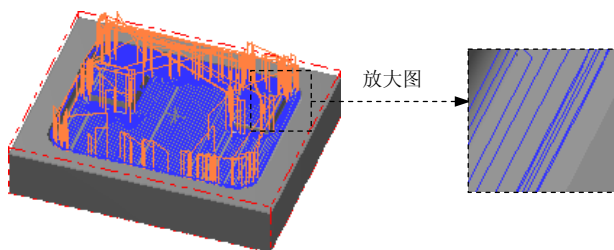

图 10.14 刀具路径
(1) 在“曲面残料粗加工”对话框的 **刀具路径参数** 选项卡的列表框中显示出 Step4 所选择的刀具，双击该刀具，系统弹出“定义刀具-机床群组-1”对话框。
(2) 设置刀具号。在“定义刀具-机床群组-1”对话框中的 **刀具号码** 文本框中，将原有的数值改为 3。
(3) 设置刀具参数。单击“定义刀具-机床群组-1”对话框中的 **参数** 选项卡，在 **进给速率** 文本框中输入值 150.0，在 **下刀速率** 文本框中输入值 100.0，在 **提刀速率** 文本框中输入值 500.0，在 **主轴转速** 文本框中输入值 1500.0。
(4) 设置冷却方式。在 **参数** 选项卡中单击 **Coolant...** 按钮，在系统弹出的“Coolant...”对话框中的 **Flood**（切削液）下拉列表中选择 **On** 选项。单击 **✓** 按钮。关闭“Coolant...”对话框。
(5) 单击“定义刀具-机床群组-1”对话框中的 **✓** 按钮，完成刀具参数的设置。
Step8. 单击“曲面残料粗加工”对话框中的 **✓** 按钮，同时在图形区生成图 10.14 所示的刀具路径。